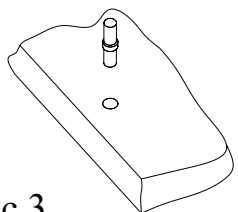

Рис.3
2. Вставить полкодержатели в соответствующие плоскостные отверстия деталей 2 и 3 корпуса изделия АС-24 (Рис. 3).